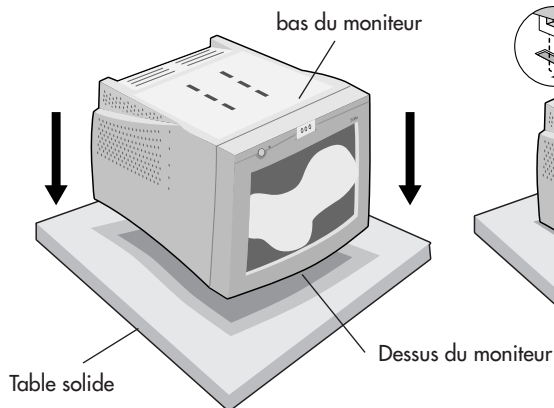

Figure TS-1
1. Le moniteur étant débranché du système et de la prise de courant, renverser soigneusement le moniteur sur une table solide (**Figure TS-1**).